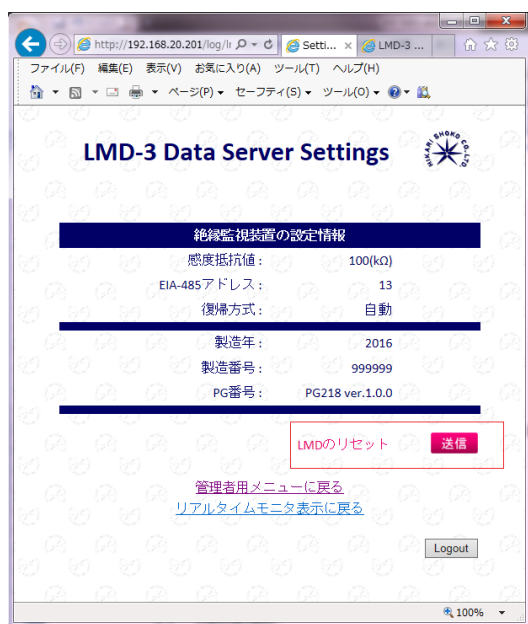

図 5-1
絶縁監視機能の遠隔リセットは、管理者メニューから行います。2. (3)項と同様に管理者メニュー画面を開き、“絶縁監視リセット”を選択して絶縁監視装置の設定情報画面(図 5-1)を開いてください。LMD のリセットの“送信”を押すと絶縁監視機能がリセットします。(ネットワーク機能はリセットされません)